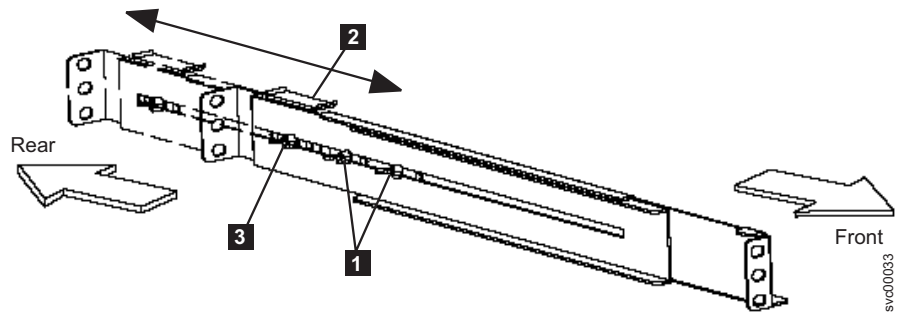

図 196. 2145 UPS-1U でのレールの縦の長さの調整
3. 両方のレール・アセンブリーのアセンブリー・ウィング・ナット **1** (図 196) を緩め、ラックの縦の長さに合わせてレール・サイズを調整します。
4. 後部の押さえブラケット **2** をレール・アセンブリーの端に位置付け、ウィング・ナット **3** を締めます。図 196 を参照してください。